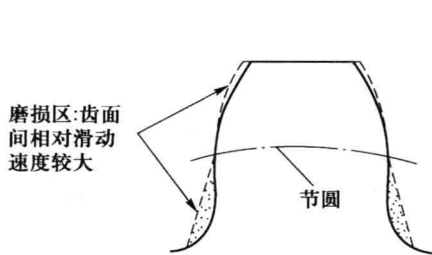

图 6.3 齿面磨损
(3) 开式齿轮传动的主要失效形式是齿面磨损。齿顶及齿根部位磨损最严重,如图 6.3 所示。减轻齿面磨损的措施如下:①改善密封和润滑条件;②提高齿面硬度;③将开式齿轮传动改为闭式齿轮传动是避免齿面磨损最有效的方法。